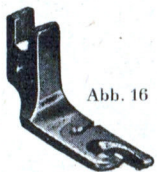

Abb. 16
- a) *Schmalsäumer* (Abb. 16) findet Verwendung zum Säumen dünner Stoffe (Voile, Batist, Taschentücher, Gardinen usw.) Saumbreite etwa 2 mm.